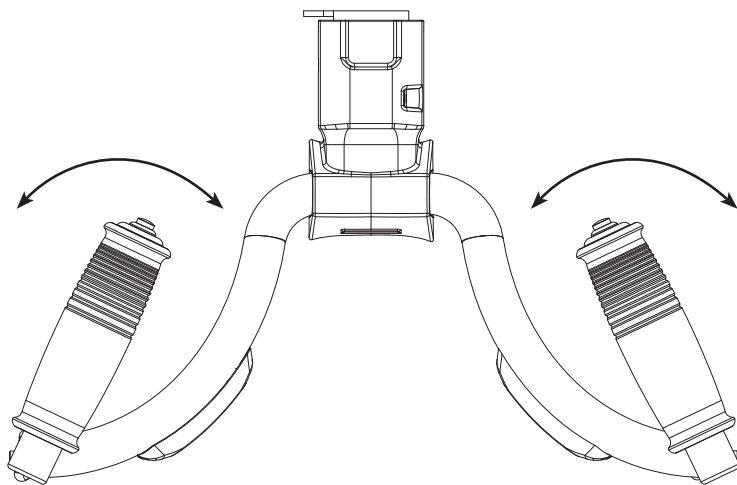

Bild FS-19
**Schritt 2:** Regulieren Sie den Griff in die gewünschte Richtung, danach ziehen Sie die selbstsichernde Schraube fest und installieren Sie den Zylinderknebel erneut ein. (siehe Abb. FS-19).